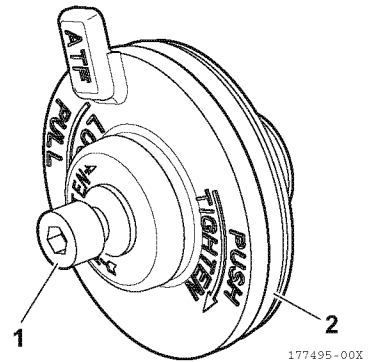

Abbildung 15
6. Bei Bedarf die Kopfschraube (1, **Abbildung 15**) um einige Drehungen lösen, damit sich der O-Ring (2, **Abbildung 15**) leichter abnehmen lässt.